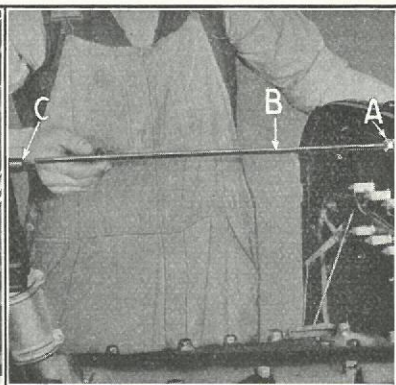

Fig. 20
- (d) Løs Kølerbardunens Møtrik (se Fig. 20-A) og skru Bardunen »B« ud af dens Befæstigelse »C« paa Køleren.